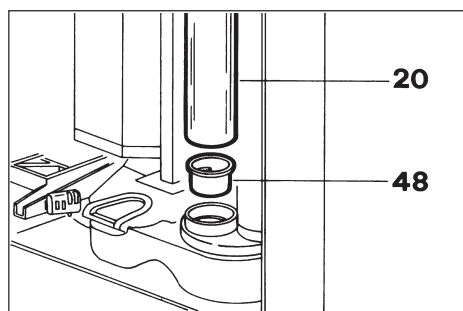

Fig. 27
Attenzione: I tubi contenitori dei bicchieri sono dimensionati per accogliere bicchieri con diametro massimo di 70 mm e inserendo l'apposita riduzione (48), si possono utilizzare bicchieri con diametro di 58 mm (Fig. 27).